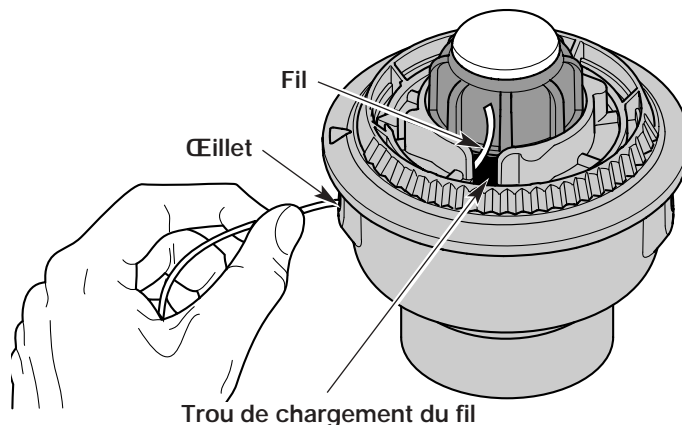

Fig. 47
3. Tirez le vieux fil des trous de chargement et de blocage du fil (Fig. 47 et 48).
4. Insérez un morceau de fil dans l'un des deux œillets de la bobine extérieure. Enfoncez-le dans le trou de chargement du moulinet intérieur (Fig. 47). Ne pliez pas le fil en l'insérant dans l'œillet.